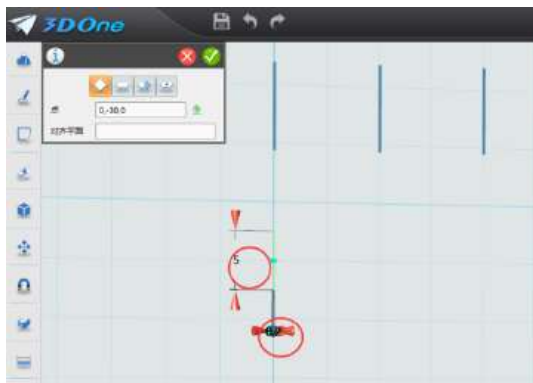
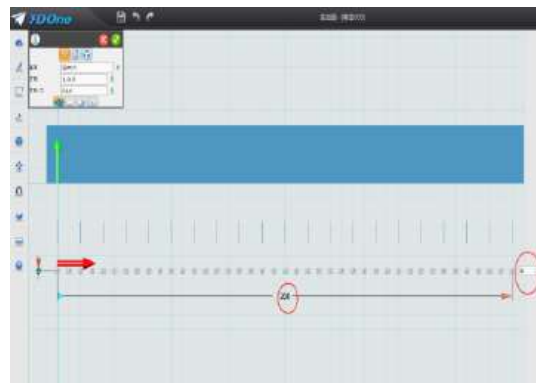

图 6-8
图 6-9
3.制作 5mm 刻度线: 鼠标再次选择六面体命令,在阵列图下面再绘制长:5;宽:0.2;高:1.2的微型长方体,如图 6-8。对这个微型长方体进行阵列,方法同上,出现对话框窗口,数目:输入 41;间距:输入 200,确定完成,如图 6-9。
4.制作 1mm 刻度线: 鼠标第三次选择六面体命令,在阵列图下面在绘制长:3;宽:0.2;高:1.2的微型长方体,如图 6-9。对这个微型长方体进行阵列,方法同上,出现对话框窗口,数目:输入 201;间距:输入 200,确定完成,如图 6-10。